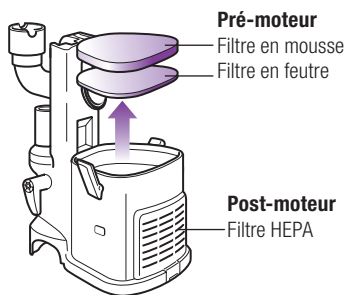

Fig. 21
- 2 Retirez les 2 filtres du dessus de la base du moteur. **(Fig. 21)**